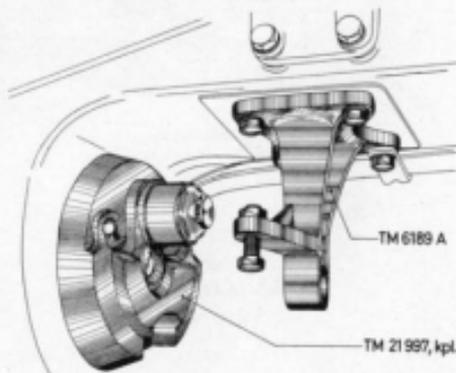

Abb. 2
2. Bevor die **Sicherheitskurbelscheibe** TM 21997 auf den Gewindezapfen der Mähantriebswelle aufgedreht wird, ist der Schutzdeckel TM 6757 aufzustecken. Dann wird die Sicherheitskurbelscheibe aufgedreht (Abb. 2).
4. Die **vordere Lagerplatte** TM 6189A wird an der dafür vorgesehenen Anbaufläche des Schleppers durch 4 Sechskantschrauben M 12×35 so befestigt, daß die Anschlagsschraube M 12×45 nach rechts zeigt (Schlepper in Fahrtrichtung) (Abb. 2).